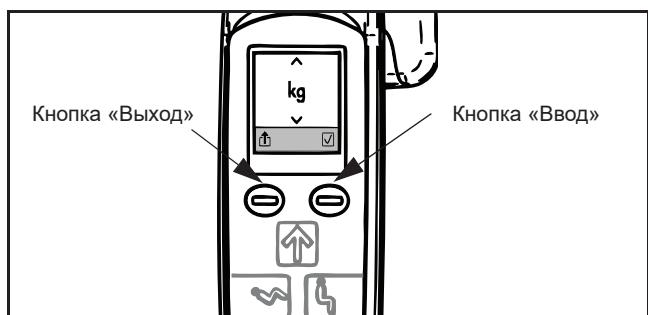

Рис. 64
- 5) Нажмите кнопку «Сохранить» при необходимости сохранить значение веса нетто в памяти прибора. Сверху и снизу от числового значения на экране отобразятся горизонтальные полоски, показывающие, что функция сохранения активирована. Функция сохранения остается активной до повторного нажатия кнопки «Сохранить» (см. рис. 64).